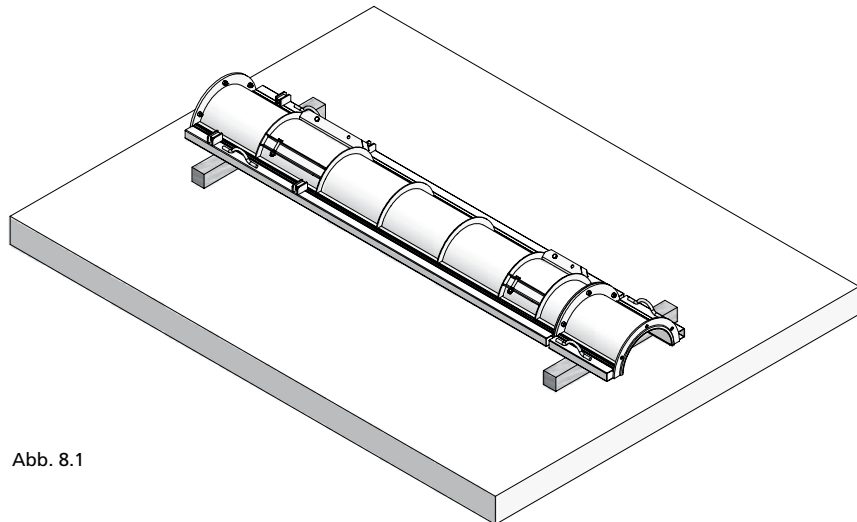

Abb. 8.1
2. Die Aufstock- und Grundelemente zusammenrücken und die Schrauben wieder anbringen (Abb. 8.1).